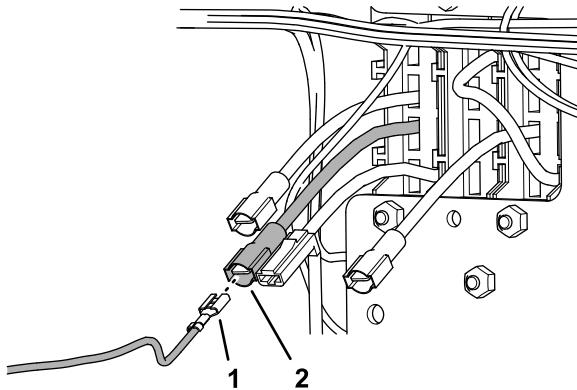

Figure 77
- 1. Branchez le connecteur à cosse plate du porte-fusibles étiqueté OPTIONS POWER (alimentation des options) dans le connecteur à borne à douille du faisceau avant du kit (Figure 77).